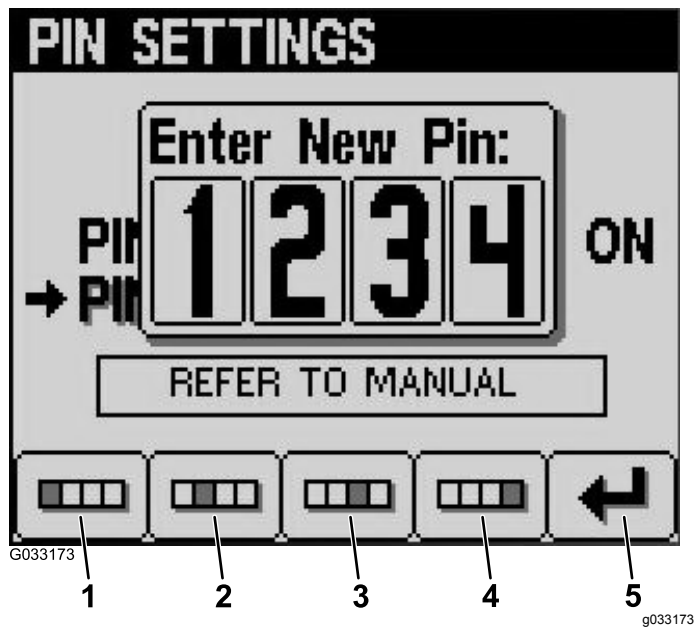

Figura 25
7. Introduzca el PIN nuevo usando los botones 1 a 4, y pulse el botón 5 para terminar de introducir el PIN nuevo (Figura 25).